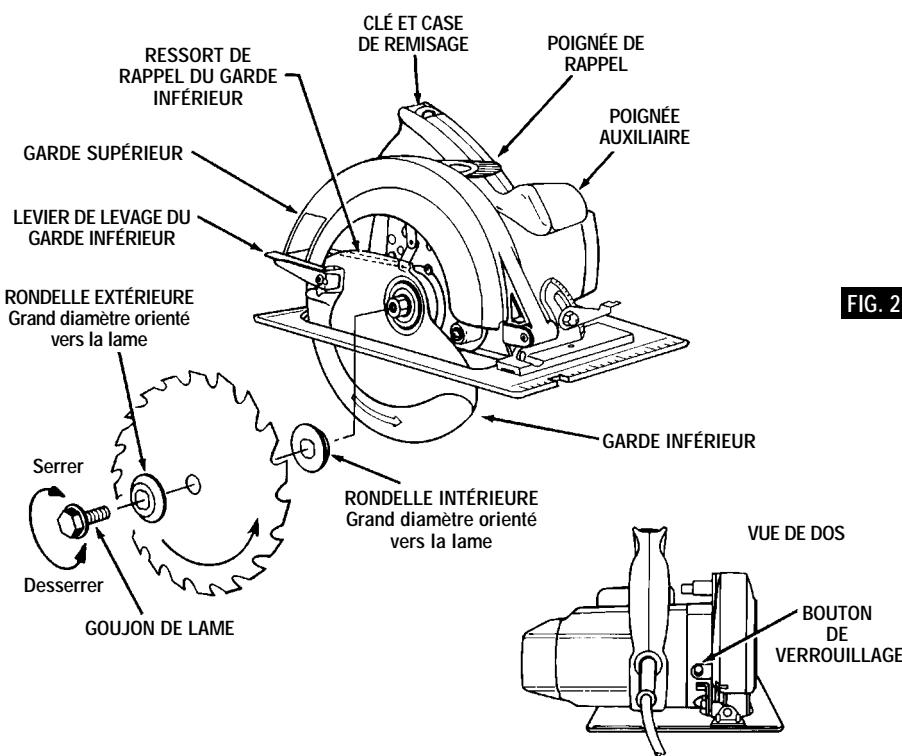

FIG. 2
- Appuyez sur le bouton de verrouillage et tournez la clé jusqu'à enclenchement du dispositif de verrouillage, ce qui a pour effet d'immobiliser l'arbre de la scie. Tout en maintenant le bouton enfoncé, tournez la clé en sens contraire des aiguilles d'une montre et enlevez le GOUJON DE LA LAME et la RONDELLE EXTÉRIEURE (fig. 2).